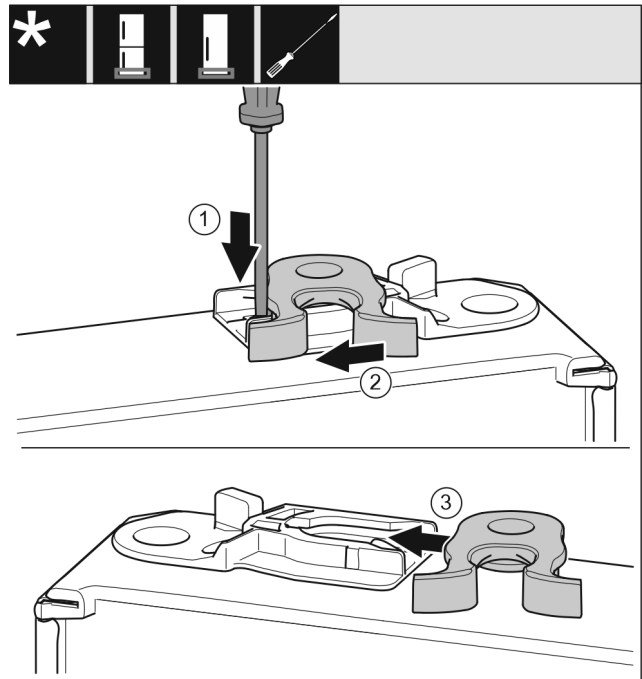

Fig. 19
- Strip Fig. 19 (1) met een platte schroevendraaier omlaag drukken.
- Sluithaak Fig. 19 (2) uit de geleiding trekken.
- Sluithaak Fig. 19 (3) aan andere zijde in geleiding schuiven.